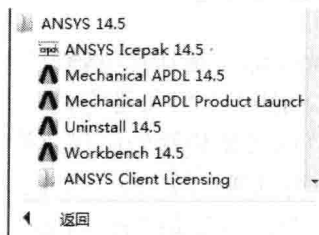

图 1-1 从开始菜单中启动
- 执行【开始】→【所有程序】→【ANSYS 14.5】→【Workbench 14.5】如图 1-1 所示。